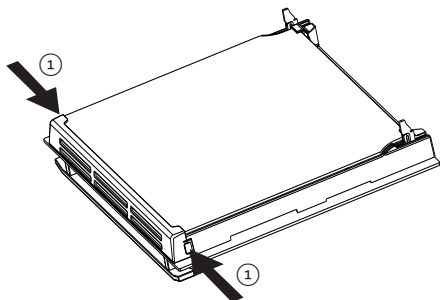

Рис. 4.11
- Дотроньтесь до выступов фиксатора стекла с обеих сторон двери и снимите фиксатор стекла (рис. 4.11, 4.12).